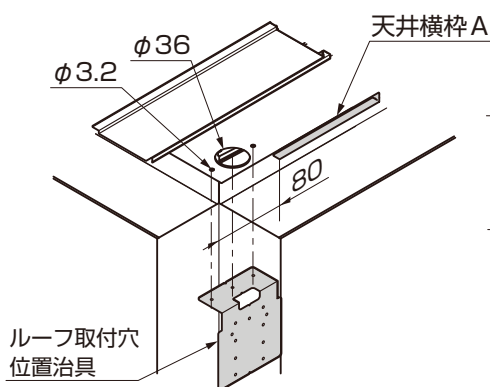

図11-32 A部詳細図
- 天井横枠Aは堅樋がつく側の端部から80mmの範囲は取付けしないでください。(図11-32参照)